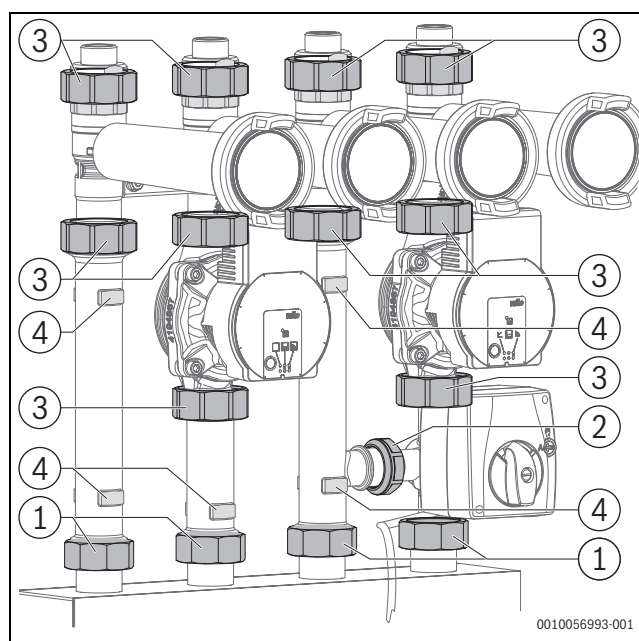

Bild 13 Überwurfmuttern und Schlüsselflächen (Beispiel: gemischter Heizkreis)
- Beim Anziehen der Überwurfmuttern an den Schlüsselflächen (Bild 13) mit einem geeigneten Werkzeug gegenhalten.